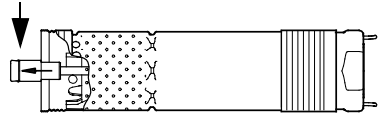

Abb. 5
2. Pumpenwelle in die gezeigte Stellung bringen, siehe Abb. 5.